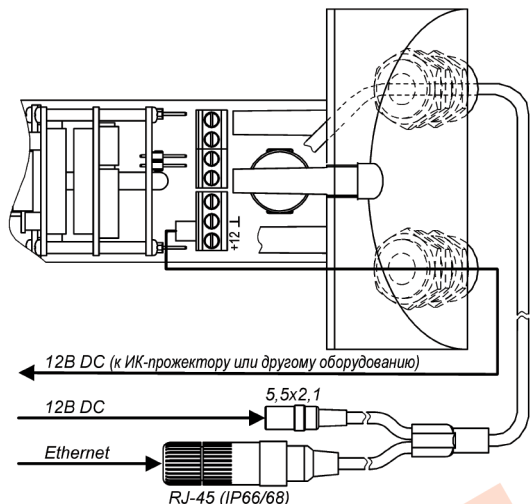

Рис.2 Подключение изделия
Кабель питания подключить к плате коммутации к контактам «+12» и «-», соблюдая полярность (рис.2).
2. Подключить кабель Ethernet (UTP кат.5е) в герметичный разъем RJ-45 (IP66/IP68) (рис.2). Схема обжимки вилки RJ45 согласно стандарту EIA/TIA-568B показана на рис.3. Подключить кабель питания к разъёму «5,5x2,1» (рис.2).
6. При необходимости подключения ИК-прожектора или другого внешнего оборудования ввести через свободный гермоввод кабель питания ИК-прожектора (рис.2).